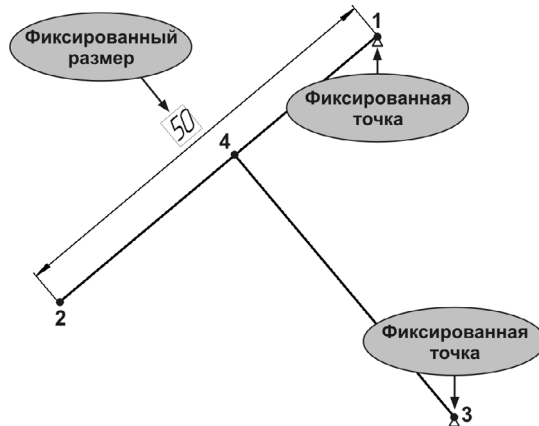

Рис. 59.52.
5.1. Проставьте фиксированный размер к отрезку 1–2 (рис. 59.52).
Под точкой с фиксированными координатами появится значок в виде красного треугольника (рис. 59.52).